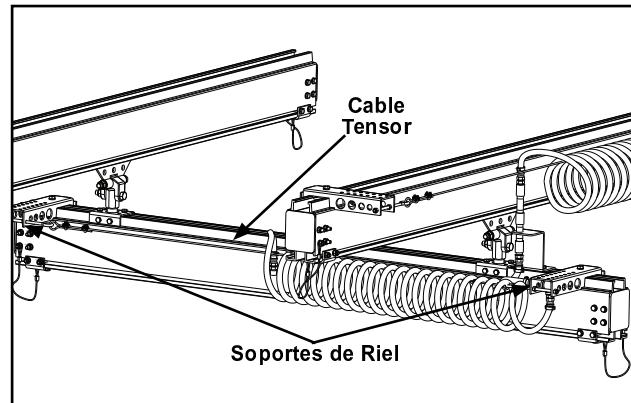

Figura 3-124
- Paso 9. Instale tornillo de ojo y cable tensor atreves de las bobinas de la manguera. Continúe pasando el cable por las bobinas de manguera hasta el ensamble de soporte del otro extremo del riel. Vea Figura 3-124.